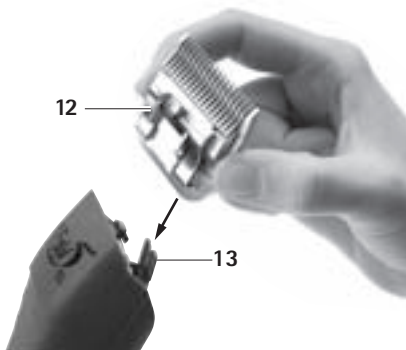

Abb. 2
- Scherkopf 12 auf geöffnetes Messerscharnier 13 stecken, siehe Abb. 2.
- Scherkopf 12 leicht in Richtung Schermaschine FAV5 drücken, siehe Abb. 2.